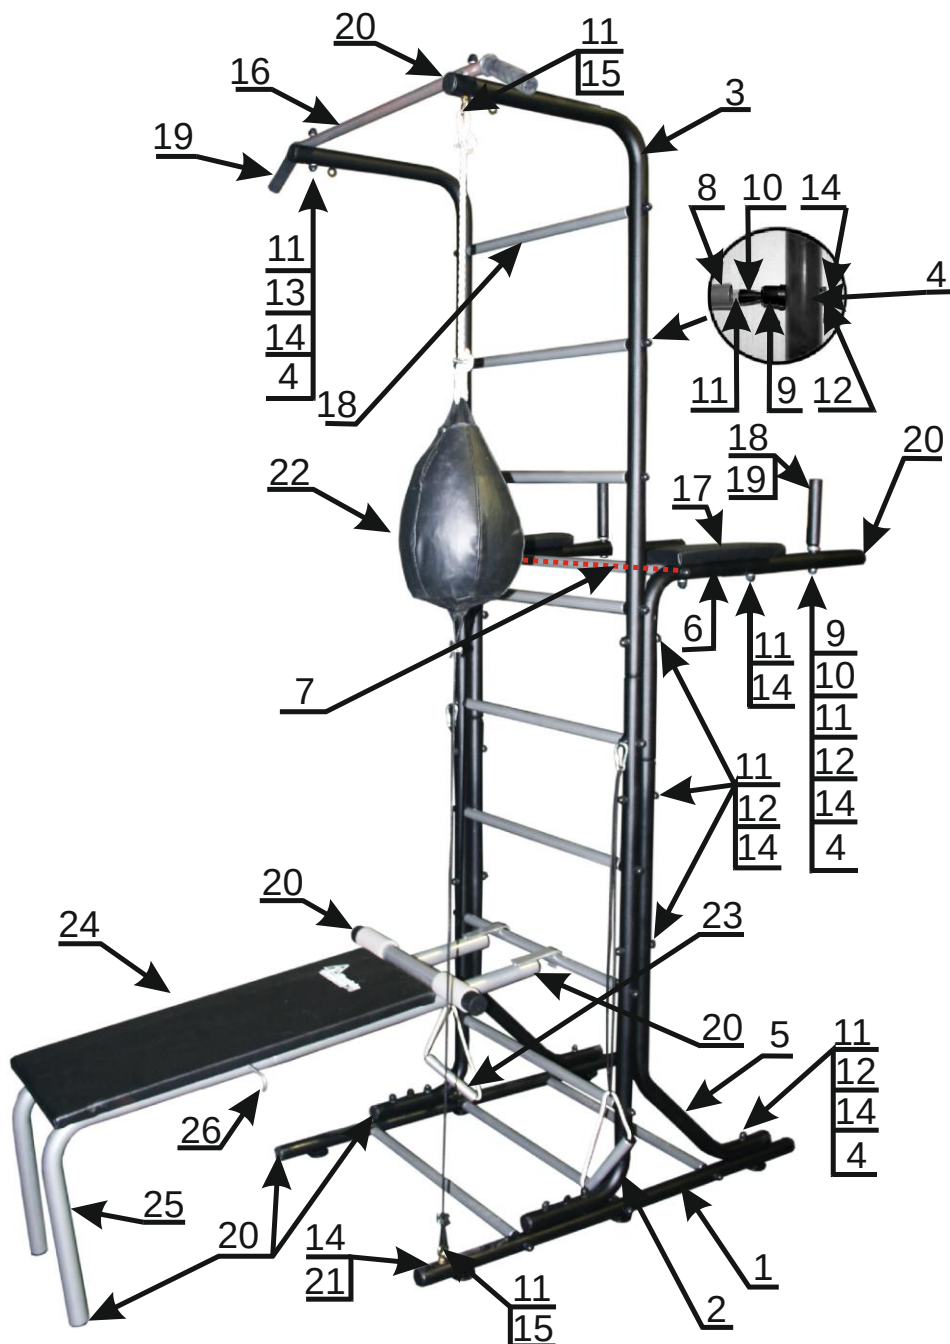
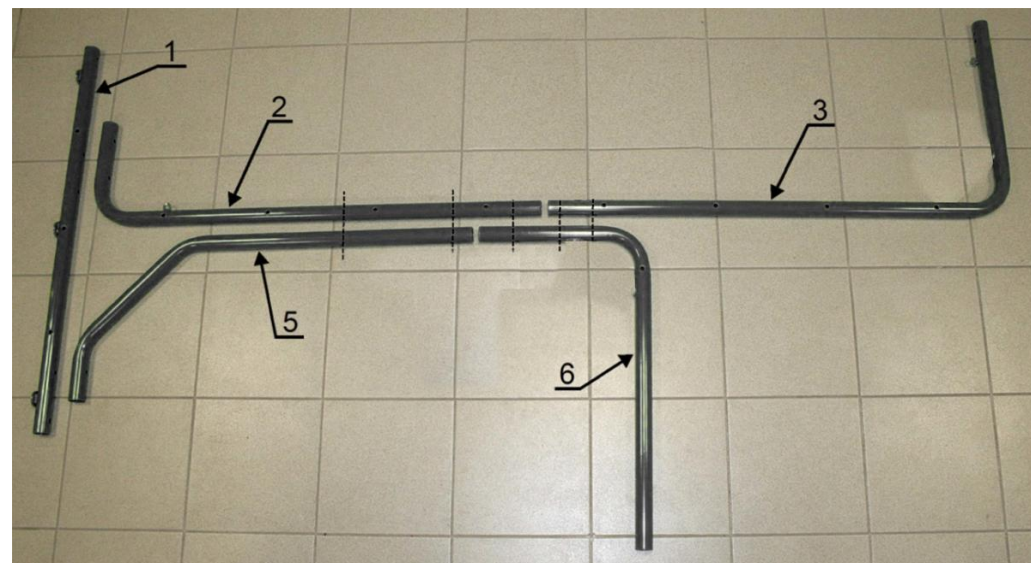

Рис.3. Сборочные единицы и детали СК-14
Рис.2. Сборочные единицы для одной стороны СК-14
Устройство КОМПЛЕКСА см. на Рис.2 и Рис.3.
- 6.1. Расположите детали на полу для одной стороны КОМПЛЕКСА как показано на Рис. 2.